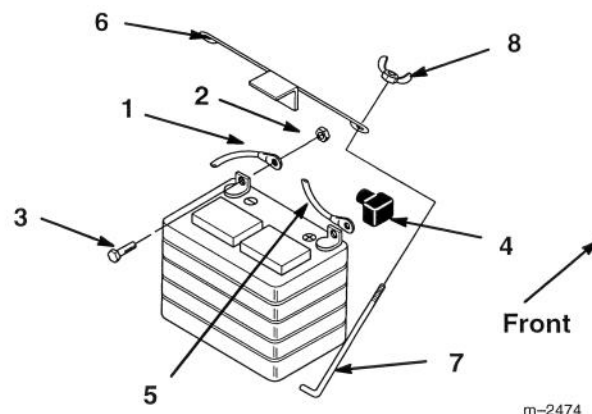

Figure 38
3. Déconnecter le fil négatif (noir) de mise à la masse de la borne de la batterie (Fig. 38).
4. Soulever le capuchon de caoutchouc et le glisser plus haut sur le fil positif (rouge). Déconnecter le fil positif (rouge) de la borne de la batterie (Fig. 38).
5. Retirer les tiges de maintien de la batterie (Fig. 38). Soulever la batterie pour la retirer du tracteur.
6. Poser la batterie dans le châssis (Fig. 38).
7. Fixer la batterie au châssis à l'aide des tiges de maintien et des écrous papillons et rondelles (Fig. 38).
8. Connecter le fil positif (rouge) à la borne positive (+) de la batterie à l'aide du boulon, des rondelles et de l'écrou (Fig. 38). Glisser le capuchon de caoutchouc sur la borne de la batterie.
9. Connecter le fil négatif (noir) à la borne négative (-) de la batterie à l'aide du boulon, des rondelles et de l'écrou (Fig. 38).